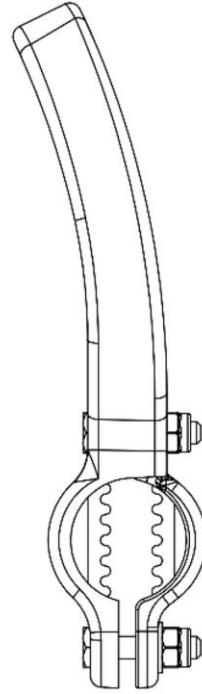

Fig. 4b
- fig. 4b – uchwyt w rzucie z boku.